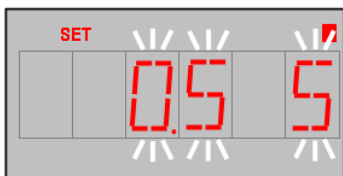

図 4
- ④ 任意の数値を設定後、「LEFT KEY <」を押すと設定した数値すべてが点滅します。(図 4.参照)